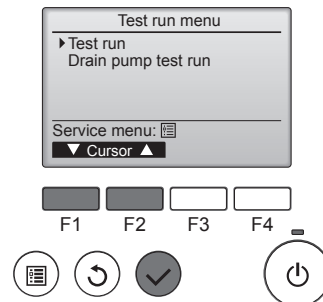

Fig. 7-2
- 2 Seleccione "Test run" (Testar funcio.) no menu Teste de funcionamento e prima o botão [OK]. (Fig. 7-2)